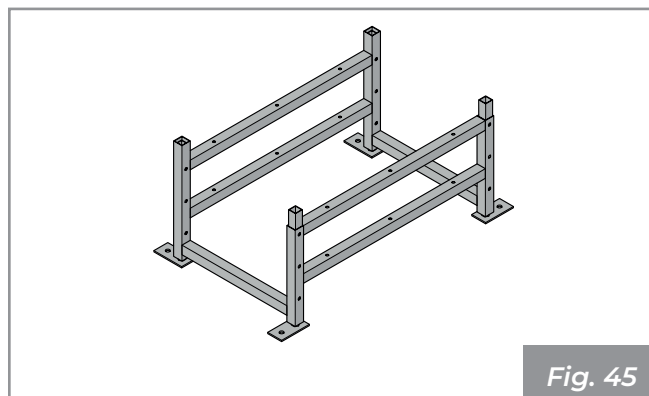

Fig. 45
- Kit piedistallo (solo per A78) (Fig. 45).